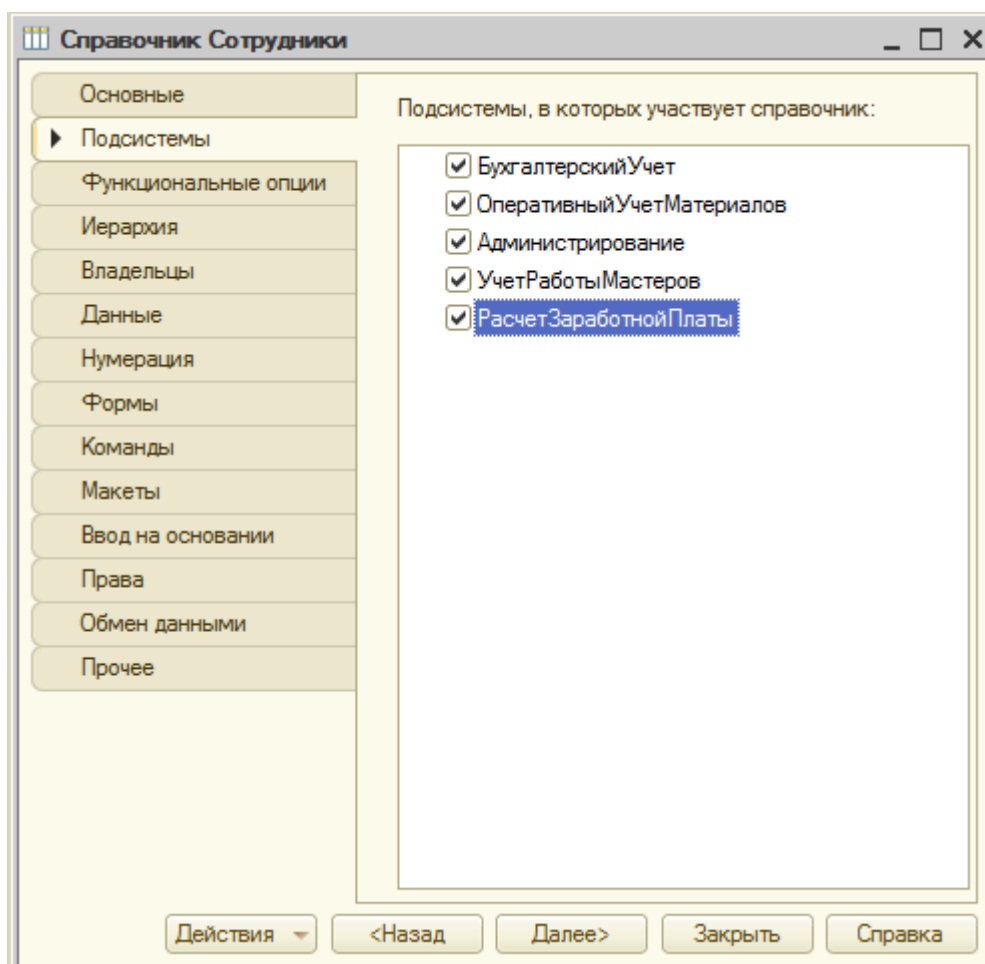

Рисунок 2.15- Новый справочник, добавленный во все подсистемы
2.5 Теперь внесем в нашу конфигурацию еще одно изменение. Добавим в ветвь **Справочники** новый справочник, назовем его **Сотрудники** (реквизит **Имя** на вкладке **Основные**) и добавим во все подсистемы, **Рисунок 2.15**.